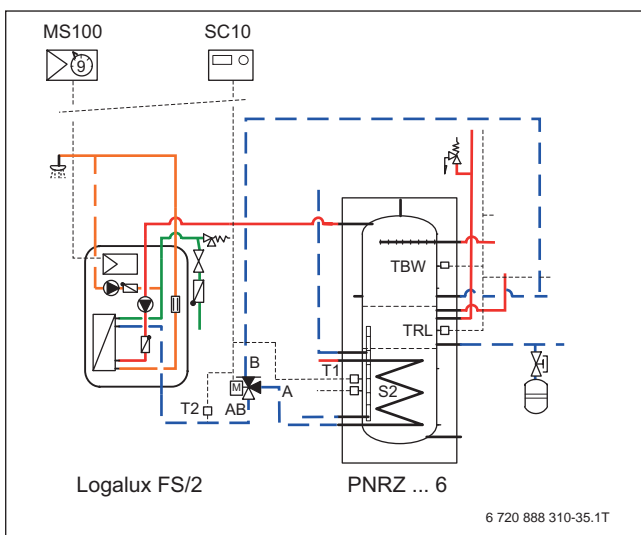

Bild 237 Rücklaftertemperaturabhängige Einspeisung in PNRZ-Speicher
- Wenn optional eine Zirkulationspumpe installiert wird, sollte eine Temperaturdifferenzregelung (→ Bild 237) und ein Umschaltventil im Rücklauf der Frischwasserstation FS/2 eingebaut werden. Über diese Regelung und das Umschaltventil werden hohe Rücklauftemperaturen aus der Zirkulationsleitung oberhalb des Trennblechs des PNRZ-Speichers eingeleitet.